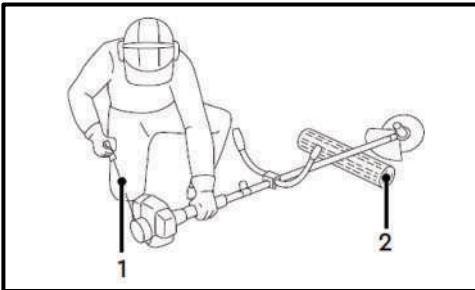

Рис. 40
- За можливості підкладіть під штангу опору (2), для того щоб не пошкодити захисний кожух і ріжуче приладдя, та утримуйте штангу мотокоси рукою (Рис. 40).
- Витягніть шнур стартера за рукоятку шнурів стартера (1) до моменту появи опору (Рис. 40).
- Смикніть за рукоятку шнурів стартера (1) (Рис. 40). Повторюйте ці операції до тих пір, поки двигун не запуститься.